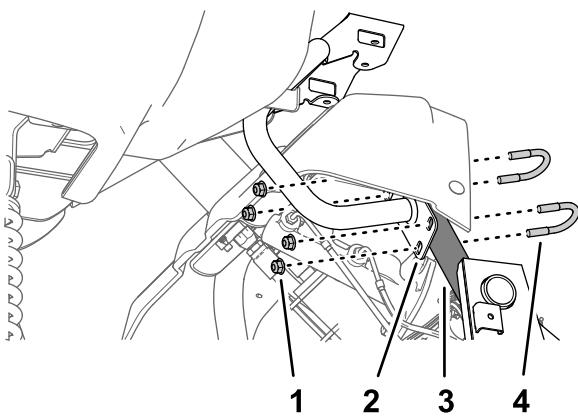

Figura 162
3. Montate la piastra del supporto del monitor sul tubo di supporto dello chassis della macchina (**Figura 162**) con i 2 bulloni a U e i 4 dadi di bloccaggio (5/16").